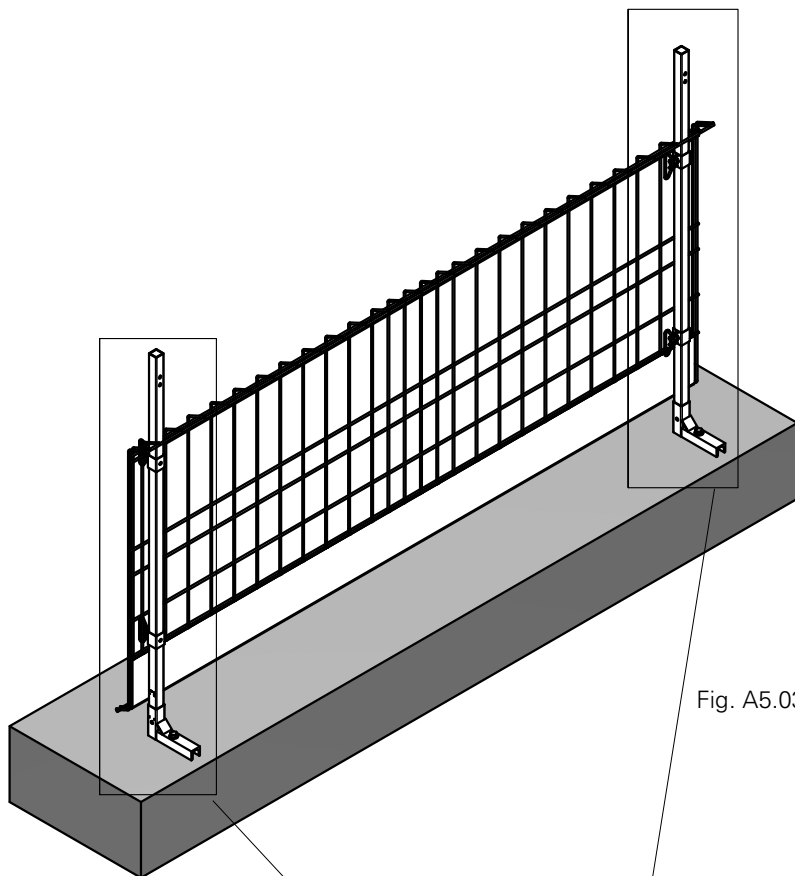

Fig. A5.03
→ Verificare che il montante parapetto Double (1) sia inserito nel tubo rettangolare (3a) dell'attacco montante parapetto (3) con l'estremità corretta. Se il montante parapetto Double è collegato correttamente, gli attacchi scorrevoli per grigliato preassemblati (2) sono rivolti verso l'esterno, in direzione del grigliato. (Fig. A5.03)